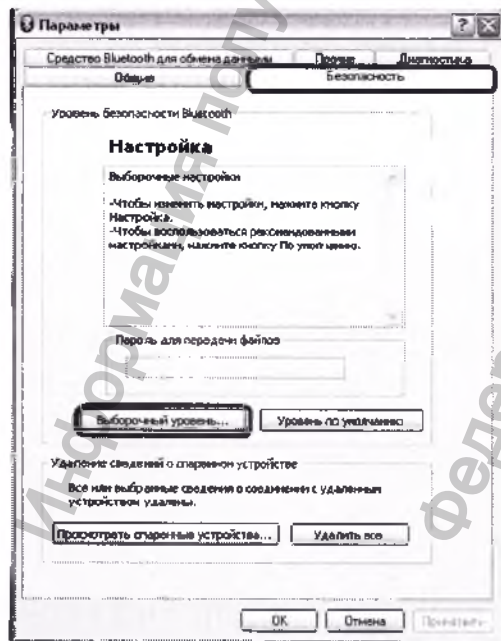

Рис. 7
4. Выберите закладку «Безопасность» для перехода в окно установки уровня безопасности. Нажмите кнопку «Выборочный уровень...» (рис. 7).